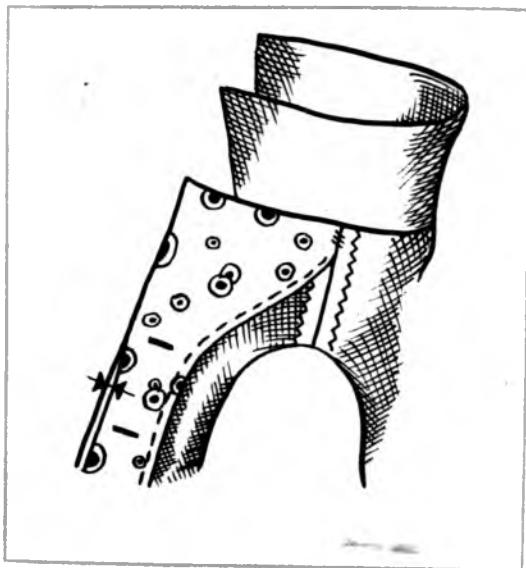

Рис. 63.
- выметать кант по линии борта (рис. 63):